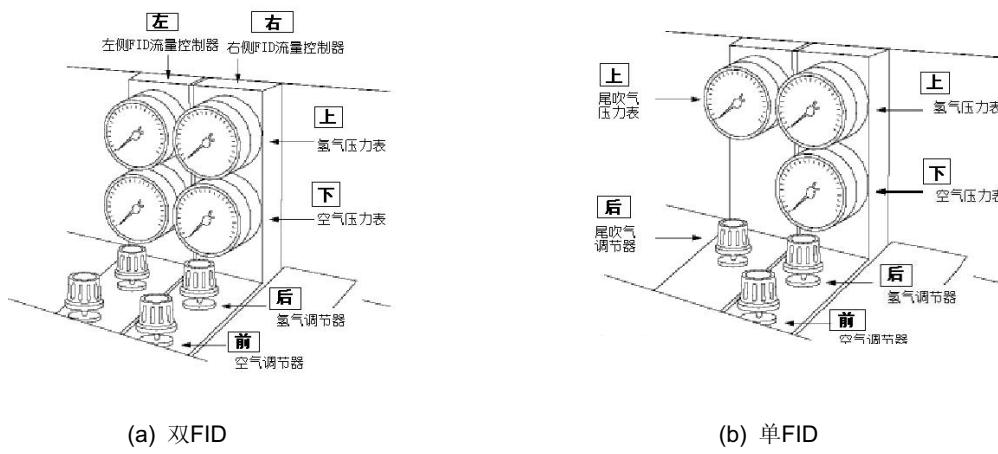

图.13.1.3 FID手动流量控制器
- 双FID和单FID模式示意图分别显示在图.13.1.3 (a) 和 图.13.1.3 (b).